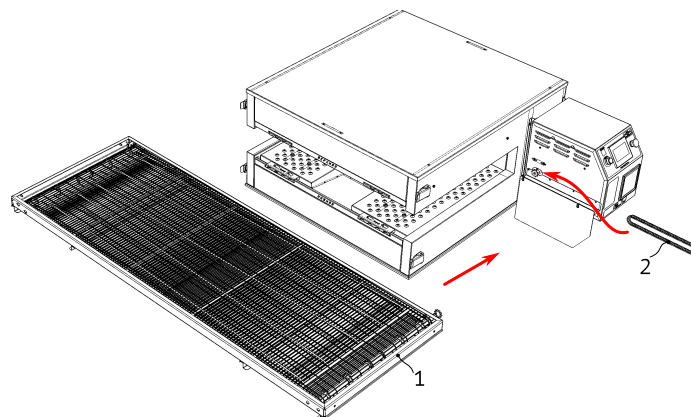

Рисунок 5
7. Установите конвейер 1 до упора внутрь изделия, см. Рис. 5. Одновременно с этим наденьте цепь 2 на звёздочку приводного вала конвейера и звёздочку вала двигателя.